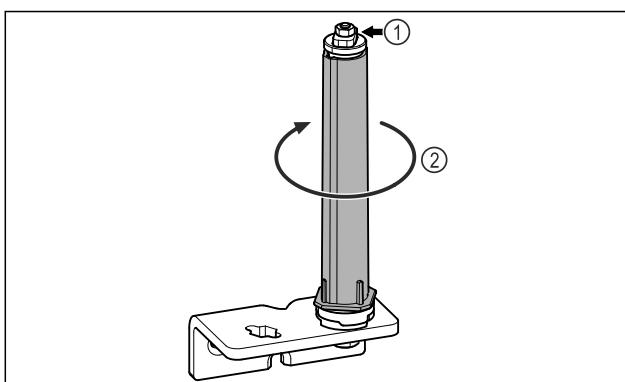

Fig. 29
- Neizjauciet durvju slēgšanas sistēmu Fig. 29 (1).
- Pagrieziet slēgšanas sistēmu Fig. 29 (2), līdz tā noklikšķ.